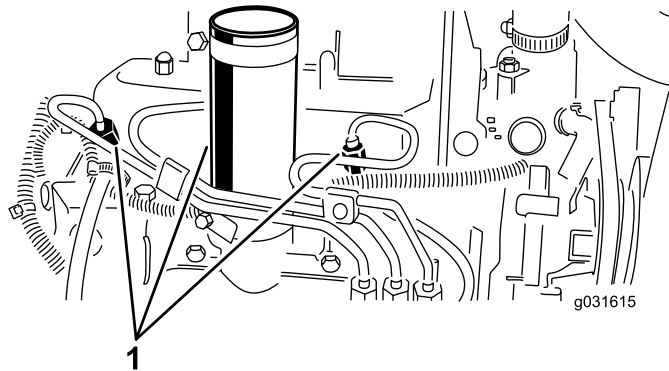

図 53
1. 燃料噴射ポンプの No.1インジェクタノズル  図 53 へのパイプ接続部をゆるめる。